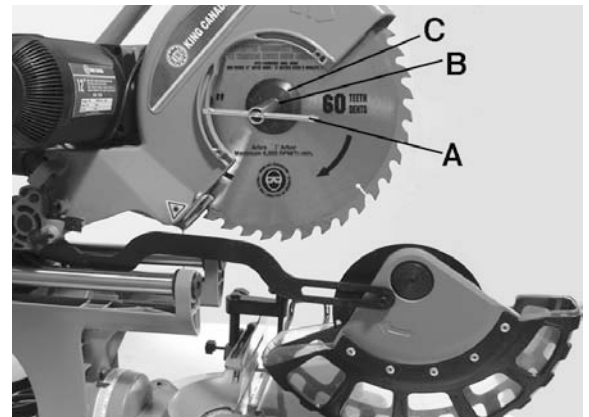

Figure 21
5. Tirez sur la plaque et le protège-lame vers le bas et posez le tout sur la table, cette étape vous donnera accès au boulon de la lame. Voir Fig.21.
7. Retirez le boulon de la lame en utilisant la clé d'ajustement (A) Fig.21 fournie. Tournez la clé d'ajustement dans le sens horaire pour retirer le boulon (filet gauche).
8. Retirez la rondelle de l'arbre extérieure (C) et ensuite la lame.